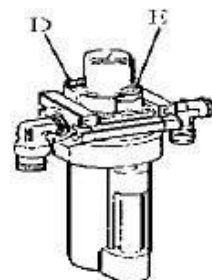

Bild 25
- 6) Fortsätt fyllningen och kontrollera trycken emellan tills du har nått den lämpliga trycken för däckets (Bild 25).
- 2) Lös skruven med sexkantiga skruvnyckeln (E).
- 4) Kläm skruven (D) som kontrollerar intag av oljan med en spårskruvmejsel (Bild 25).